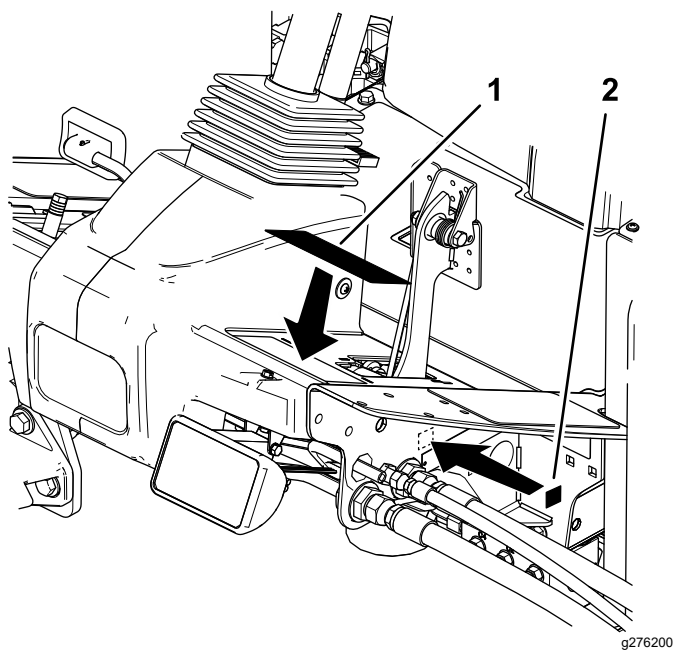

図 3
- CE 規制に適合させる必要がある場合には、付属部品に入っている警告表示ステッカーを既存のステッカーの上から貼り付けてください 図 3。
- CE ステッカーは機体のシリアル番号プレートの隣に貼りつけます 図 3。